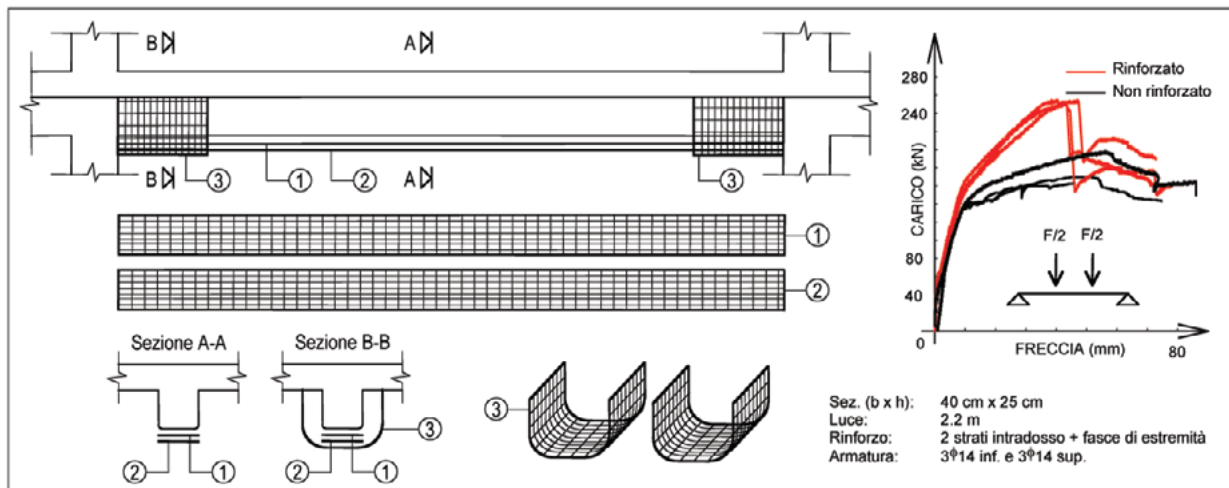

Fig. 1
- prove di flessione su tre e quattro punti di travi di sezione 40 cm x 25 cm testate su luci di 1,6 m e 2,2 m con diverse configurazioni di rinforzo. In termini di incrementi di resistenza, si osserva che il beneficio del rinforzo fibroso, rispetto al caso non rinforzato, si aggira sul 10-50% o più (vedi esempio diagramma carico-spostamento in mezzeria (es. Fig. 1).